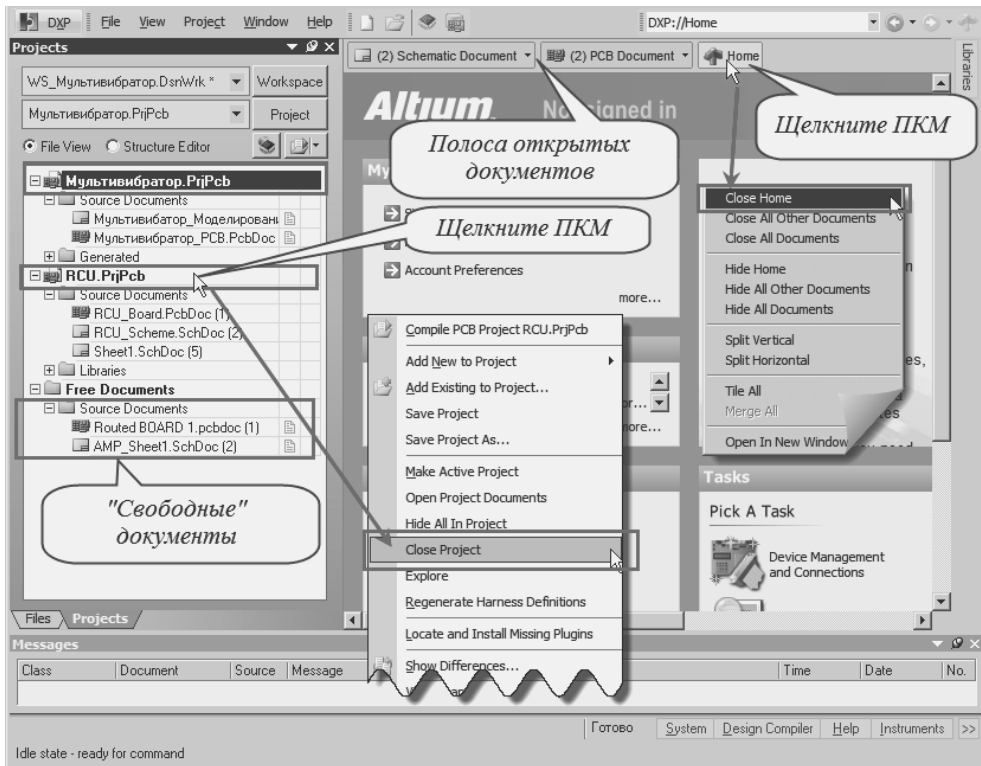

Рис. 1.17. Освобождение рабочей области от проектов и документов
В самом общем случае после запуска системы могут быть открыты один или несколько проектов, содержащих какие-либо документы, открыты отдельные документы, не входящие в состав открытых проектов, и, наконец, открыта вкладка **Home** (Дом). При условии выполнения предыдущих заданий, связанных с рабочими панелями, рабочий экран системы в этом случае может выглядеть примерно так, как показано на рис. 1.17.
Открытые проекты и документы отображаются на рабочей панели **Projects** (Проекты). В случае, представленном на рис. 1.17, открыты два проекта печатных плат – **Мультивибратор.PrjPcb** и **RCU.PrjPcb**. На панели **Projects** (Проекты) названия проектов выделяются полужирным шрифтом.
Если ярлычок вкладки **Home** (Дом) отсутствует в полосе открытых документов (рис. 1.17), ее можно активировать вручную.
4. Щелкните правой кнопкой по ярлычку **Home** в полосе открытых документов, как показано на рис. 1.17 справа.
1. Щелкните ПКМ по названию проекта на рабочей панели **Projects** (Проекты), как показано на рис. 1.17.